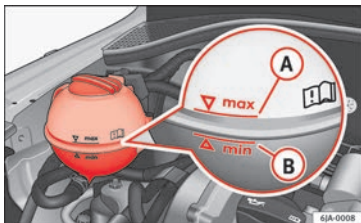

Fig. 207 Compartiment-moteur : réservoir de liquide de refroidissement.
- Contrôlez le niveau de liquide de refroidissement dans le vase d'expansion » fig. 207. Lorsque le moteur est froid, le niveau de liquide de refroidissement doit se trouver entre les marques **B** (min.) et
- Couvrez le bouchon du vase d'expansion du liquide de refroidissement avec un chiffon » fig. 207, puis dévissez-le avec précaution.
Ne remplissez pas le réservoir de liquide de refroidissement au-delà de la marque **A** (max.) ! » fig. 207! L'excès de liquide de refroidissement est expulsé du système de refroidissement lorsqu'il est réchauffé par la soupape de surpression située dans le bouchon de fermeture du vase d'expansion du liquide de refroidissement.